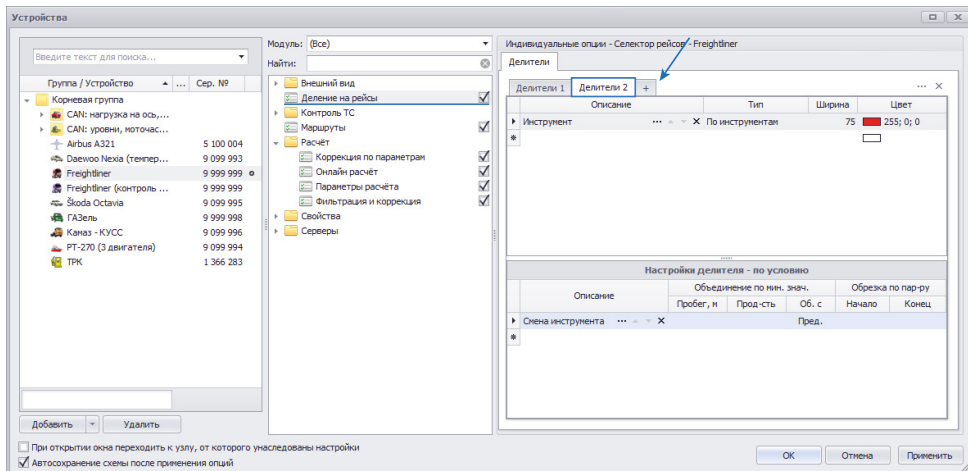

Рис.29. Давление независимого делителя рейсов.
- перейти в меню «Устройства», выбрать ТС или группу для настройки, затем перейти в раздел настроек «Деление на рейсы» (Рис.29);
- На Рис.29 показан пример настройки деления на рейсы сперва по дням недели. Затем трек за каждый день делится на рейсы по обработанным площадям. Далее формируются рейсы отдельно каждого водителя (по идентификаторам личных карточек).